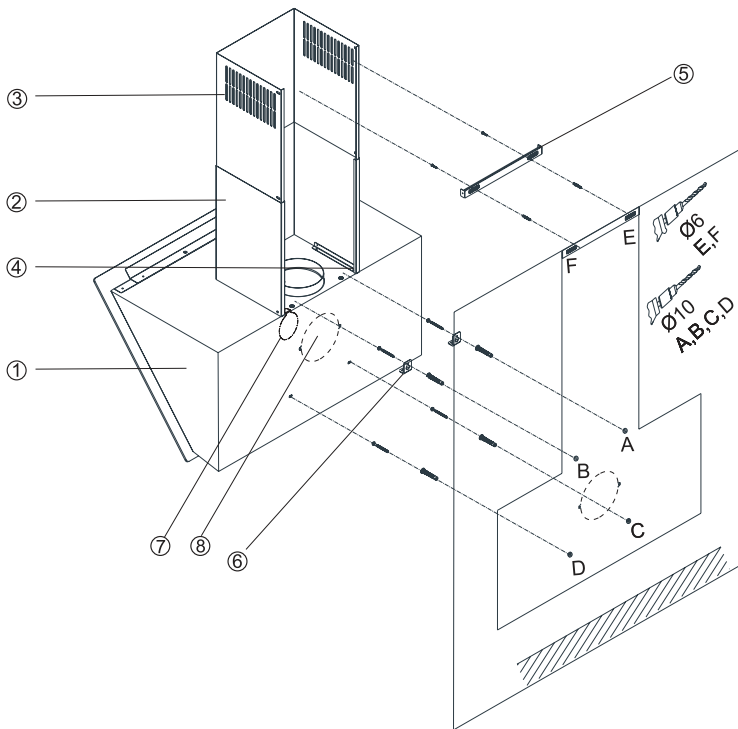

Abb.2: Montageskizze
Der Elektroanschluss erfolgt an eine Steckdose die hinter dem Grund- oder Teleskopschacht (⇒ Abb. 2) anzubauen ist.
- Löcher der Befestigungspunkte A, B C und D bohren, Dübel einsetzen und die Schrauben an den Punkten A+B zu $\frac{3}{4}$ eindrehen (\Leftrightarrow Abb. 2) Die Montagewinkel oben hinten am Haubenkörper mit den 2 Schrauben M5 befestigen (\Leftrightarrow Abb. 2 ⑤).
Grund- und Teleskopschacht (⇒ Abb. 2 S.14) werden nun montiert.